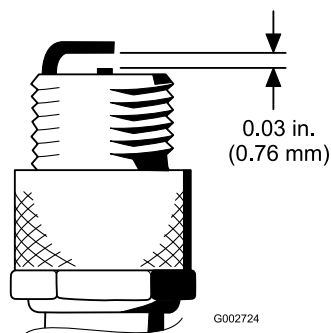

图29
4. 将中心电极与侧电极之间的气隙设置为0.76mm请参阅图29。安装已设定正确气隙、带密封垫片的火花塞并将火花塞拧紧至23N·m。如果没有使用扭矩扳手请牢固拧紧火花塞。